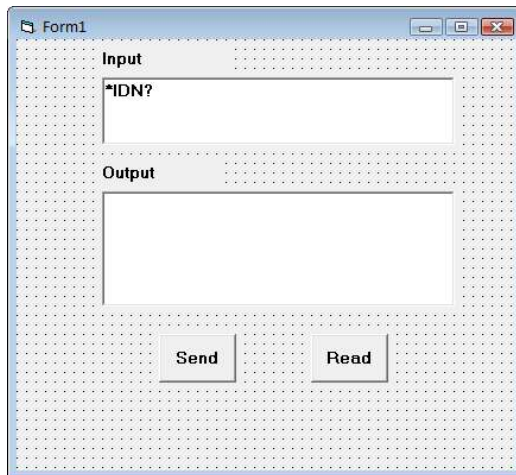

图 4-2-2
3. 添加名称分别为 Input 和 Output 的 Label、两个 TextBox 以及名称分别为 Send 和 Read 的 CommandButton。并把 Input 下的 TextBox 的属性中的 Text 设置为 \*IDN? 的初始状态。如图 4-2-2 所示。